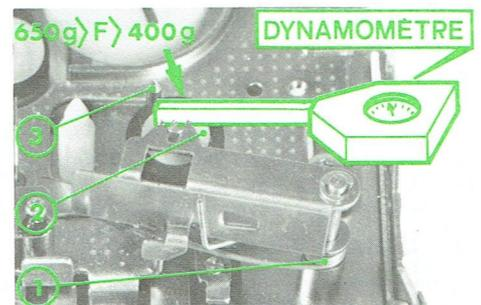

Fig. 7
B. CONTROLE DE LA FORCE D'APPUI DU GALET PRESSEUR (Fig. 7)